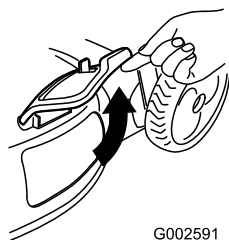

Figura 38
2. Levante la puerta de descarga lateral (Figura 38).